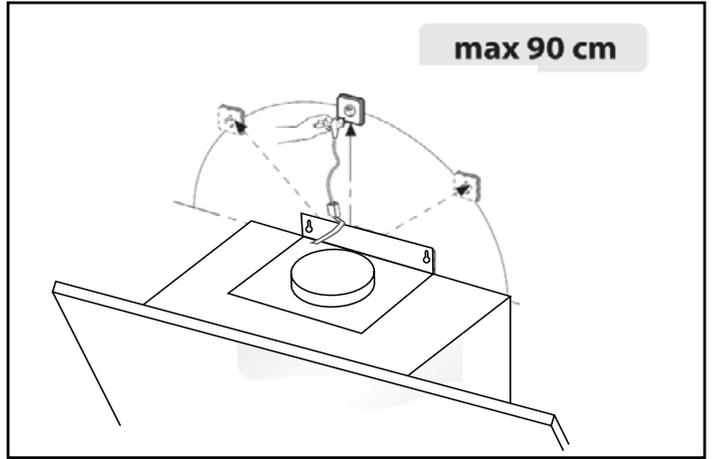

Fig.2
- Même si l'appareil est équipé d'un interrupteur, lors de l'installation prévoir d'installer l'appareil de sorte que la prise de raccordement au réseau reste accessible (**Fig.2**).